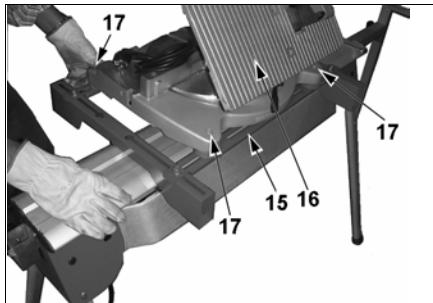

Fig. 14
- (dans l'exemple de la figure 14 une trancheuse).
- Vérifiez que les trous prédisposés sur les pieds (17) de soutien de l'outil et les fentes présentes sur les barres de support (15) sont parfaitement coaxiaux. Dans le cas contraire, corrigez le positionnement des barres (15).
- Introduisez ensuite dans les trous prédisposés sur les pieds de soutien (17) les systèmes de blocage respectifs.